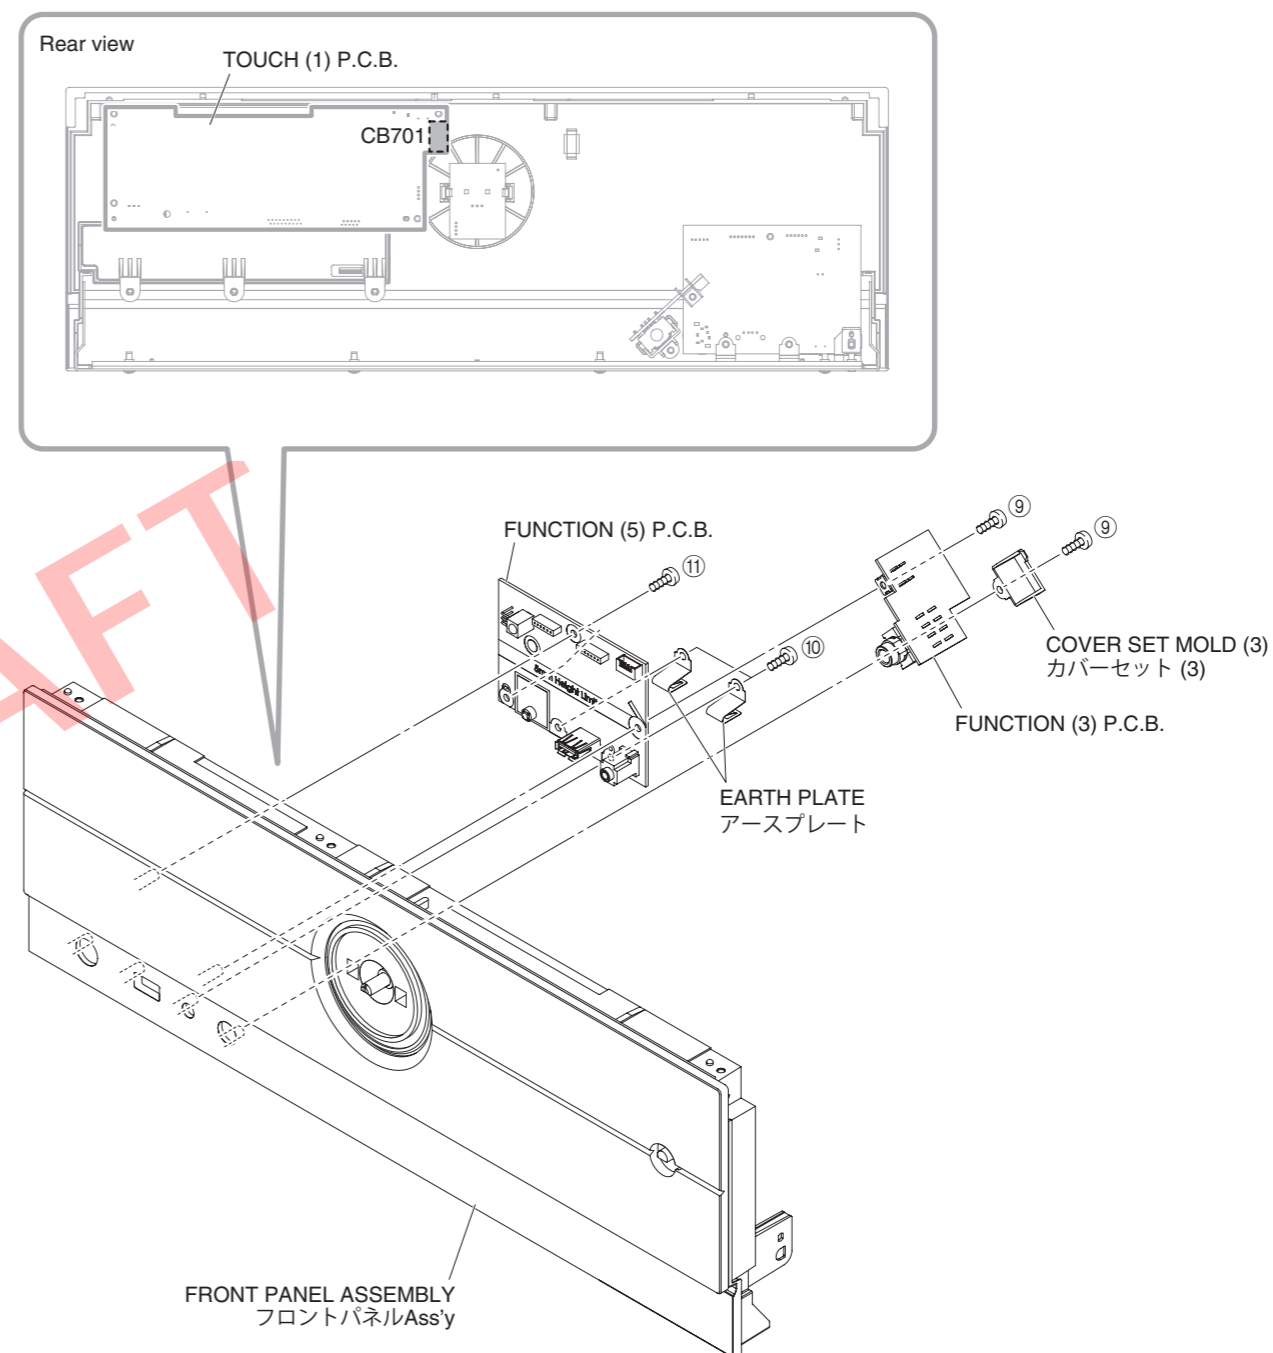

Fig. 3
- ⑦のネジ6本を外します。
- ⑧のネジ1本を外し、W7002、W7003のケーブル2本を外します。
3-1. Removal of FUNCTION (3) and (5) P.C.B. (Fig. 3)
- a. Remove 2 screws (⑨), and then remove the FUNCTION (3) P.C.B. and COVER SET MOLD (3) together.
- b. Remove 2 screws (⑩), and then remove 2 EARTH PLATES.
- c. Remove 2 screws (⑪).
- d. Disconnect CB701, and then remove the FUNCTION (5) P.C.B.
3-1. FUNCTION (3)、(5) P.C.B. の外し方 (Fig. 3)
- a. ⑨のネジ2本を外し、FUNCTION (3) P.C.B. とカバーセット (3) を一緒に外します。
- b. ⑩のネジ2本を外し、アースプレート2個を外します。
- c. ⑪のネジ2本を外します。
- d. CB701を外し、FUNCTION (5) P.C.B. を外します。